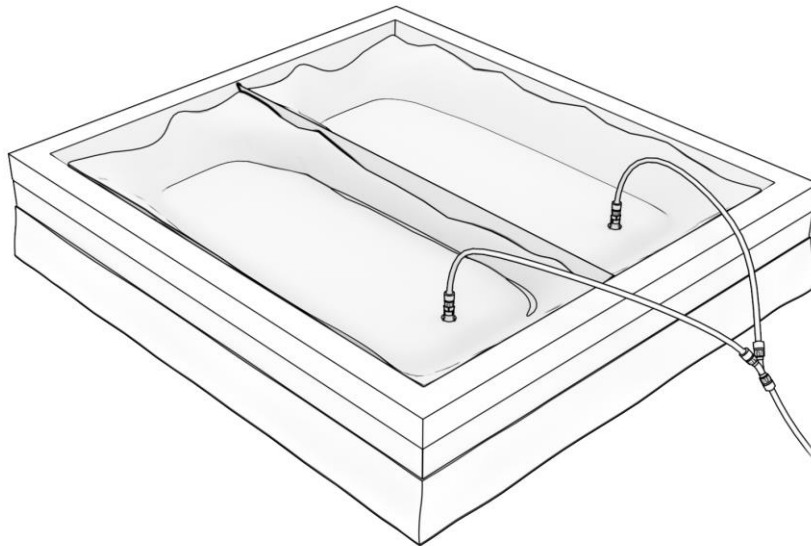

Abbildung 17: Anschließen des Füllschlauchs an die Wassermatratze, um die Matratze mit Wasser zu füllen.
Schritt 19. Schließen Sie den Füllschlauch gemäß den Anweisungen in der Anleitung des Füllschlauchs an die Wassermatratze an und beginnen Sie mit dem Füllen Ihrer Wassermatratze, wie in Abbildung 17 dargestellt. Um die Wassermatratze zu füllen, wechseln Sie die linke und rechte Matratze in 25 %-Schritten ab, falls Sie nicht beide Matratzen gleichzeitig füllen können. Füllen Sie 1 der Matratzen zu 25%. Füllen Sie dann die andere Matratze zu 50%. Dann die 1. Matratze zu 75%. Dann die 2. Matratze zu 100%. Danach kann auch die 1. Matratze zu 100% gefüllt werden.